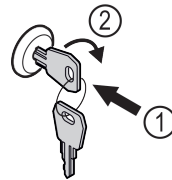

Fig. 194
- Paina avain lukkoon. Fig. 194 (1)
- Kierrä avainta 90° myötäpäivään. Fig. 194 (2)